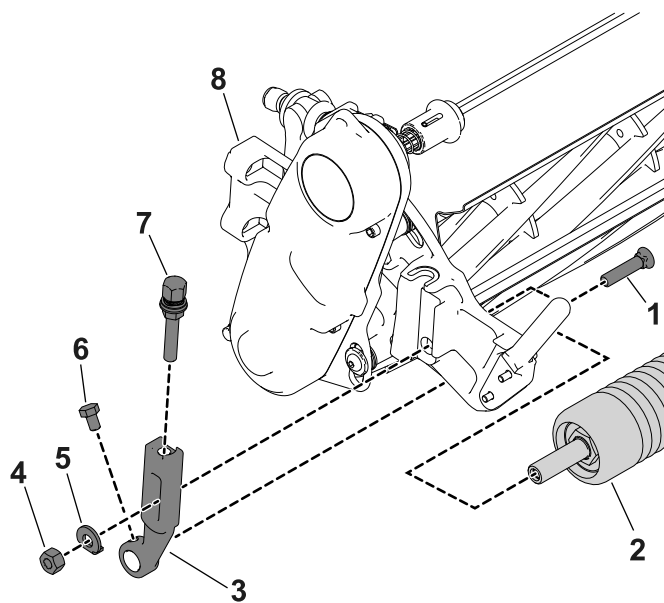

Figura 2
1. En la unidad de corte, afloje los tornillos de montaje que sujetan cada extremo del rodillo delantero a los brazos de ajuste de la altura de corte (Figura 2).
2. Retire los pernos avellanados, las arandelas y las contratuerca que sujetan los brazos de ajuste de la altura de corte a cada extremo de la unidad de corte (Figura 2). Retire los brazos de ajuste de la altura de corte y el rodillo.